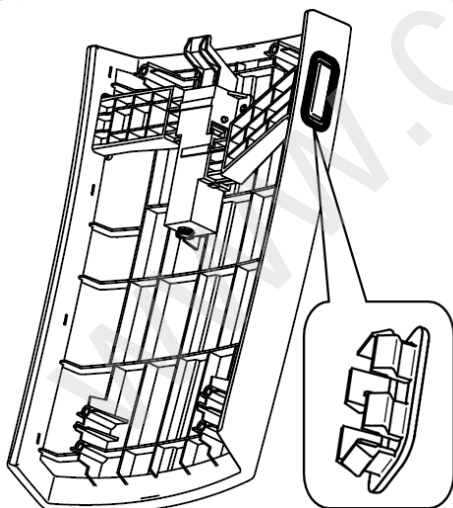

图2.9.2 副仪表盘扶手开启机构结构示意图
(3)从副仪表盘扶手外板内侧按压扶手锁堵盖卡脚，将其拆下（左右侧相同操作）。（图2.9.2）